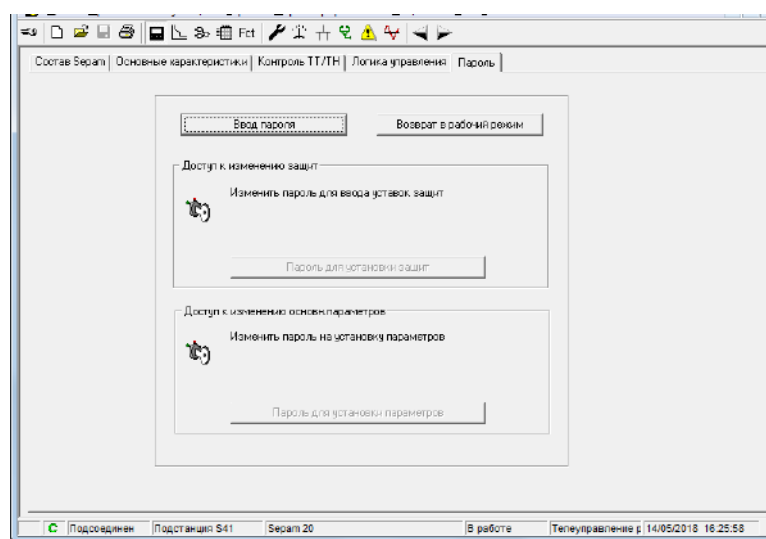

Рисунок 1.6 – Окно «Пароль»
12. Вкладка «Пароль» (рис. 1.6) отвечает за безопасность и настройку парольной защиты блока.